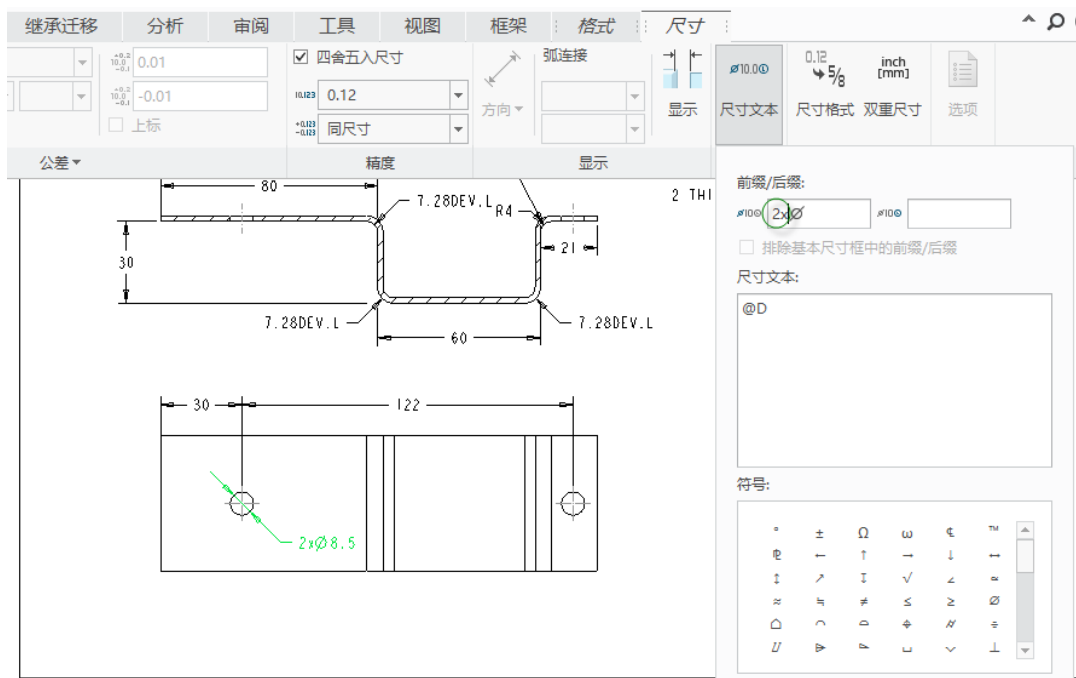

图 8-40 添加前缀
(1) 确保切换到功能区的“注释”选项卡, 在绘图页面上选择该直径尺寸, 则在功能区即刻显示“尺寸”上下文选项卡。
(2) 在功能区“尺寸”上下文选项卡的“尺寸文本”组中单击  (尺寸文本) 按钮, 接着在文本框中的现有文本之前添加“2x”, 如图 8-40 所示。